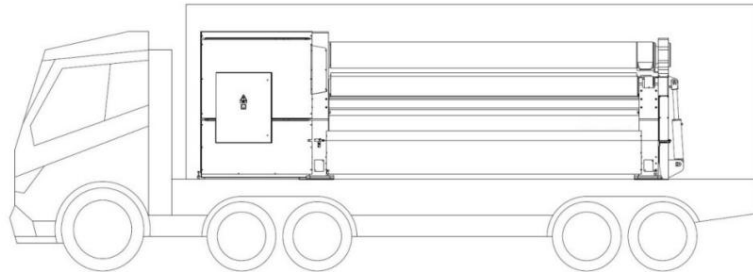

Bild 4: Transport med lastbil
- För att undvika skador på maskinen måste den transporteras i en sluten lastbil (bild 4).